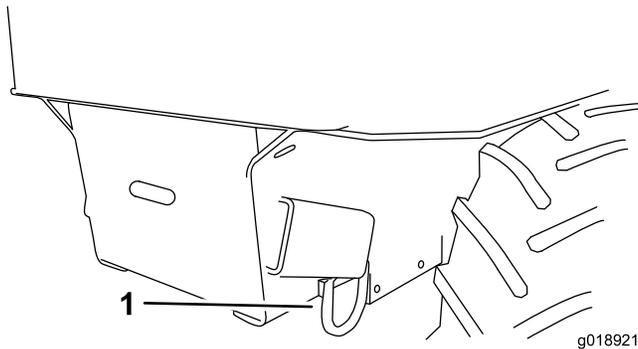

Figura 13
8. Amarre la máquina al remolque usando los puntos de amarre delanteros (Figura 13).